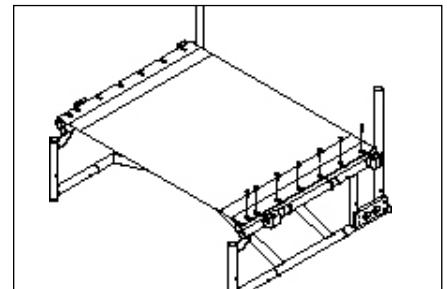

Abb. 7
F. SITZSCHLINGE FEINEINSTELLUNG (Abb. 7)